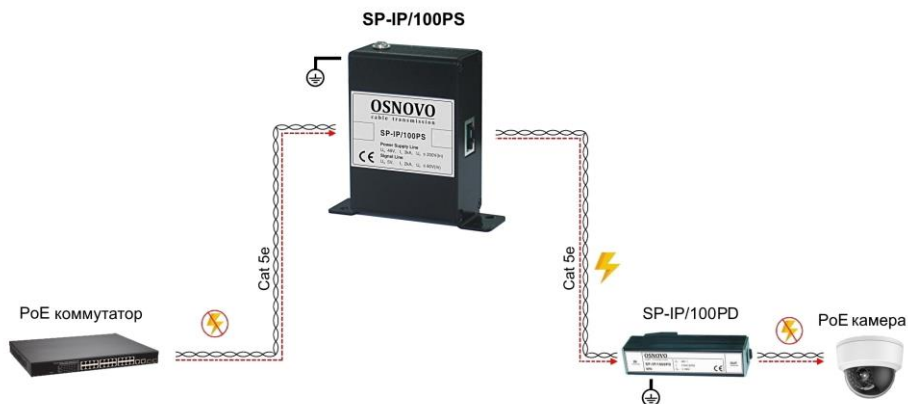

Рис.9 Схема подключения устройства грозозащиты на примере SP-IP/100PS, SP-IP/100PD.
- Для повышения защищенности оконечных устройств от повреждения рекомендуется использовать грозозащиту с каждого конца линии (Рис.9, Рис.10).